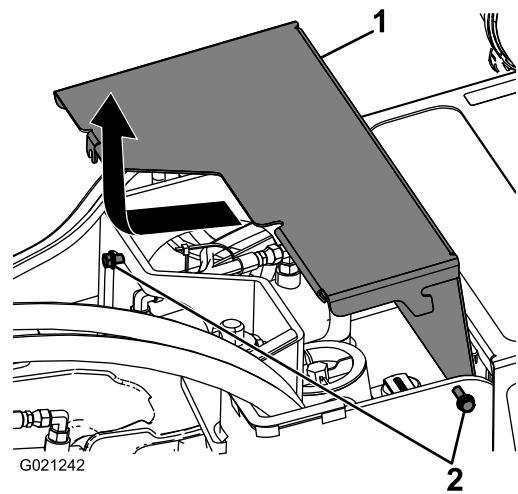

Figura 24
3. Allentate i 2 bulloni che fissano la copertura anteriore alla macchina (Figura 24).
4. Fate scorrere la copertura leggermente in avanti e tirate verso l'alto per rimuoverla (Figura 24).
5. Per montare la copertura anteriore, fatela scorrere nella sua sede e serrate i 2 bulloni allentati in precedenza (Figura 24).